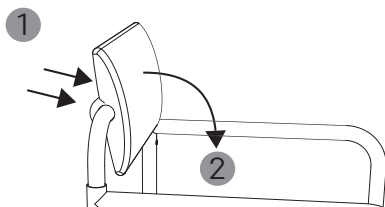

fig. 6
5. Per regolare la larghezza di seduta in base alle specifiche esigenze, montaggio, procedere come segue: Allentare i dadi zigrinati posti sul retro dell'imbottitura (1, fig. 6). Ruotare l'imbottitura dello schienale verso il pavimento (2, fig. 6).